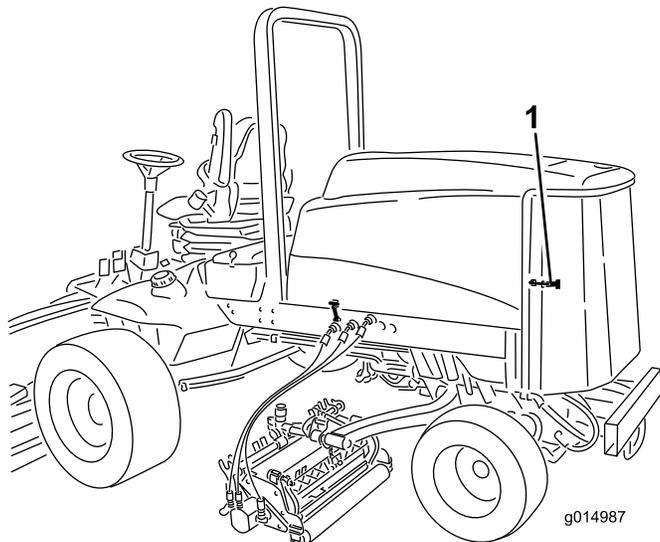

Figure 76
1. Déverrouillez et ouvrez la grille arrière (Figure 76). Nettoyez soigneusement la surface de la grille.